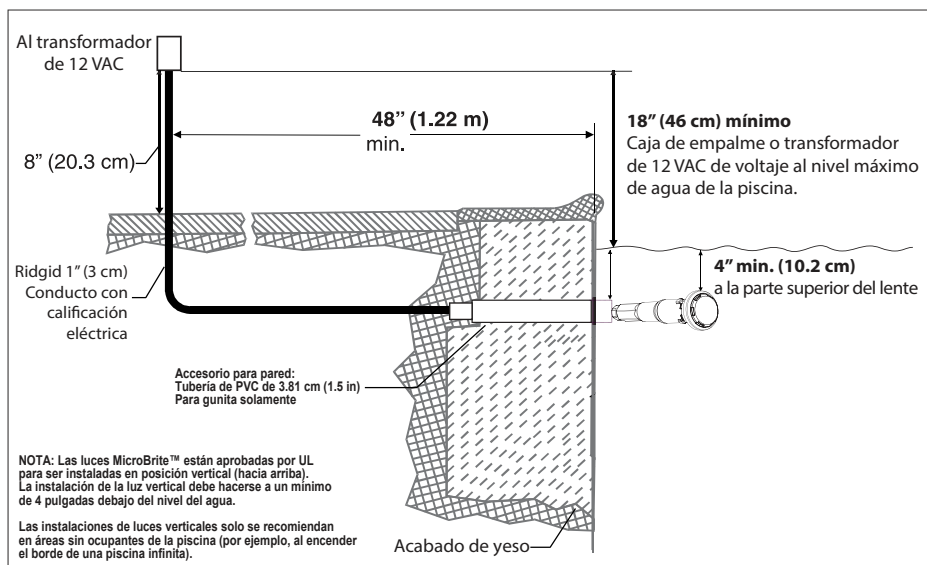
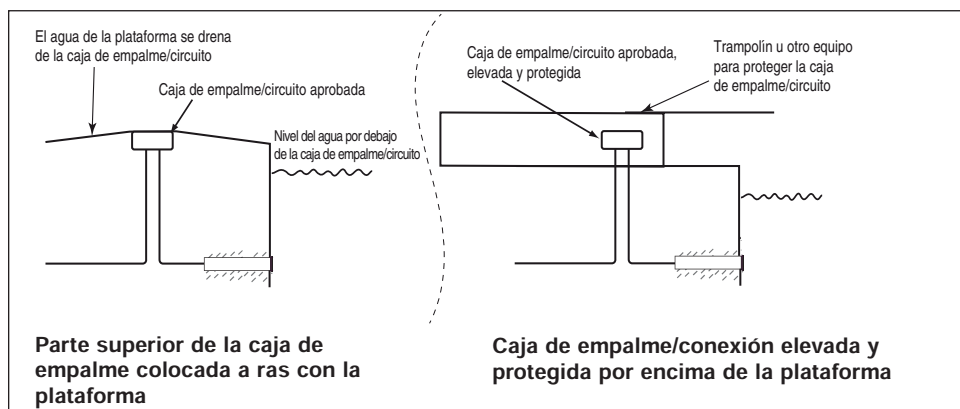

Figura 1.
Figura 2, Canadá.
**ANTES DE COMENZAR:** la información siguiente describe las tareas que debe realizar el electricista *antes* de instalar la conexión de pared de la luz. Vea la figura 1 en la página 7.
- La caja de empalme y el transformador de bajo voltaje deben estar ubicados al menos 4 (cuatro) pulgadas (10.16 cm) por encima del nivel del suelo u ocho (8) pulgadas (20.3 cm) por encima del nivel máximo de agua de la fuente, el que sea más alto. La caja de empalme debe estar a una distancia de al menos 48 pulgadas (1.22 m) del borde de la piscina. Vea la figura 2 en la página 8.
- La caja de empalme/conexión debe estar sellada para evitar la entrada del agua, consulte la Figura 2 debajo.
Consulte la Figura 1 en la página 5, para la instalación de la caja de empalme en los Estados Unidos, vea la Figura 2 en la página 6 para la instalación de la caja de empalme en Canadá.
- La caja de empalme y el transformador de bajo voltaje deben estar ubicados al menos 4 (cuatro) pulgadas (10.16 cm) por encima del nivel del suelo u ocho (8) pulgadas (20.3 cm) por encima del nivel máximo de agua de la fuente, el que sea más alto. La caja de empalme debe estar a una distancia de al menos 48 pulgadas (123 cm) del borde la piscina. Vea la figura 1 en la página 8.
- La conexión de pared de la luz MicroBrite debe instalarse adecuadamente para que el borde superior del lente de la luz MicroBrite esté al menos a 4 pulgadas (10.16 cm) por debajo (no más de 48 pulgadas (123 cm) por debajo en Canadá) de la superficie del agua en la piscina o spa. Vea la figura 1 en la página 8.